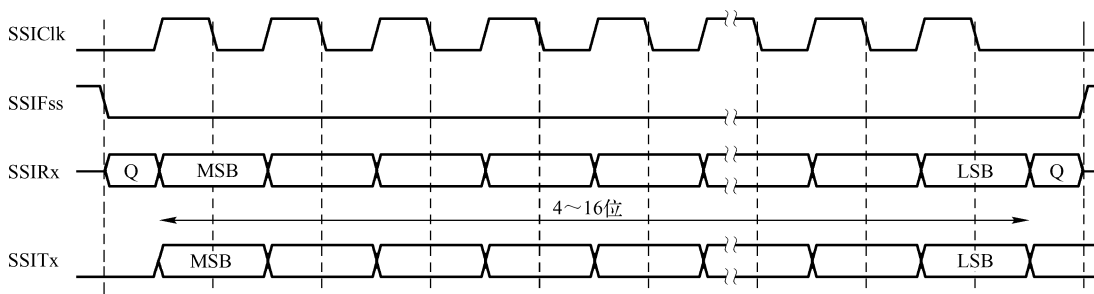

图 9-6 SPO=0 和 SPH=1 时 SPI 的帧格式
2) SPO = 0 & SPH = 1 时 SPI 的帧格式。在 SPO = 0 与 SPH = 1 时，SPI 帧格式的传输信号时序如图 9-6 所示，该图涵盖了单次和连续两种传输情况。